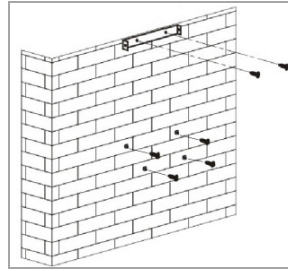

Bild 2
- Befestigen Sie vor dem Einhängen der Haube den Anschlussstutzen mit eingesetzten Rückschlagklappen von oben auf den Abluftkanal mit den Schrauben 2x ST4*8mm (**Bild 2**).